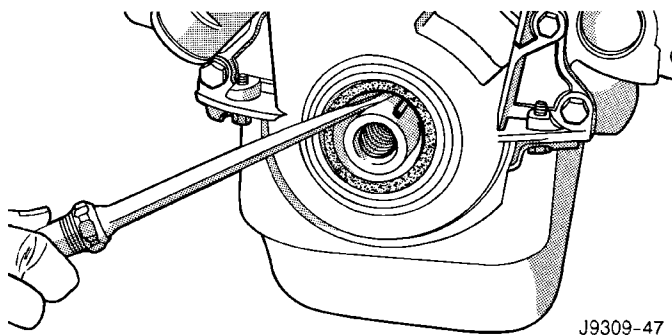

Fig. 22 Desmontaje de la junta de aceite delantera del cigüeñal
(1) Desconecte el cable negativo de la batería.
(2) Drene el sistema de refrigeración (consulte el Grupo 7, Sistema de refrigeración).
(3) Retire la correa en serpentina (consulte el Grupo 7, Sistema de refrigeración).
(4) Retire la bomba de agua (consulte el Grupo 7, Sistema de refrigeración).
(5) Retire la bomba de la dirección asistida (consulte el Grupo 19, Dirección).
(6) Retire el amortiguador de vibraciones.
(7) Afloje los pernos del colector de aceite y retire el perno delantero de cada lado.
(8) Retire los pernos de la cubierta.
(9) Retire la cubierta y la junta de la caja de la cadena con mucha precaución para no averiar la junta del colector de aceite.
(10) Coloque una herramienta apropiada detrás de los bordes de la junta de aceite para sacarla hacia afuera. Tenga cuidado de no averiar la superficie de la junta del cigüeñal de la cubierta (Fig. 22).